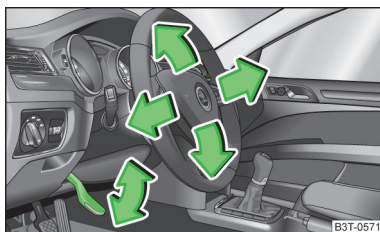

Fig. 121
- > Rabatați în jos maneta de sub volan » fig. 121.